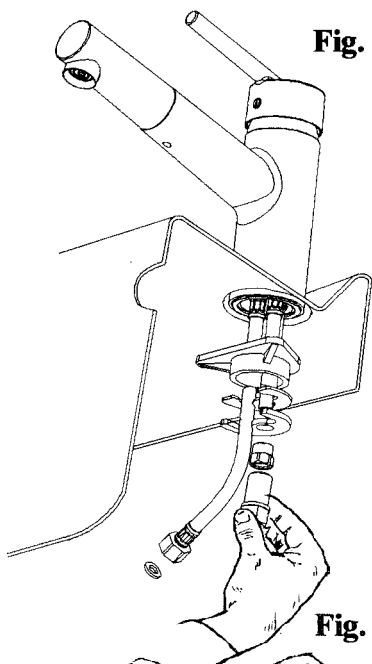

Fig. 1
- ◆ Desserrer l'écrou (19) et défilet le kit de fixation (18 a- b).
- ◆ Placer le support (17) (opzionale) le joint (18-a) et la bride de fixation (18-b) sur la tige filetée
- ◆ Serrer avec l'écrou (19) (Fig.1)